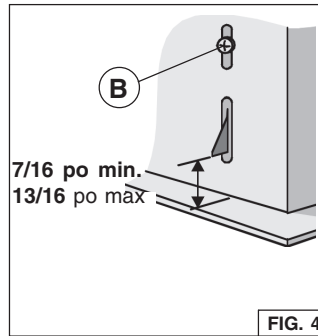

FIG. 4
3. Régler la position du ressort de fixation latéral avec la vis « B » correspondante en fonction de l'épaisseur du bas de l'armoire découpé qui servira de support pour la fixation (Fig. 4).